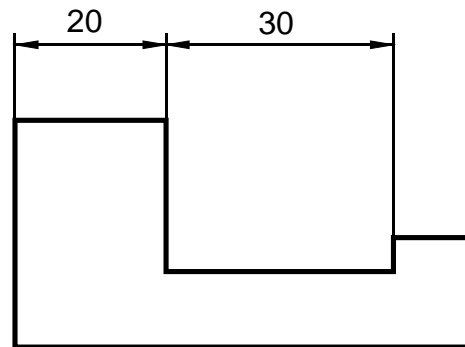
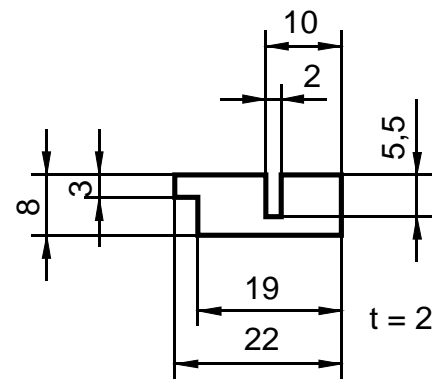

Abbildung 1
Abbildung 2
- a) Die Maße werden mit Hilfe von Maßhilfslinien aus dem Werkstück herausgezogen. (Abb. 1) Sind die zu bemaßenden Kanten sehr kurz, dann ist eine Maßentragung nach Abb. 2 zu wählen.